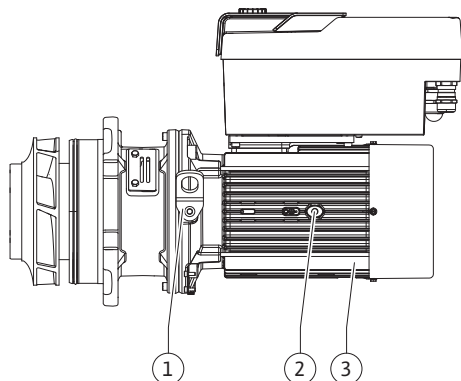

Fig. 112: Ievietojamais modulis
13. Ievietojamo moduli (skat. Fig. 112) ievietojiet sūkņa korpusā iepriekšējā pozīcijā vai citā vēlāmā leņķa pozīcijā. Ņemiet vērā komponentu montāžas stāvokļus (skatīt nodaļu „Pieļaujamie montāžas stāvokļi un detaļu kārtības izmaiņas pirms uzstādīšanas“ [► 26]).